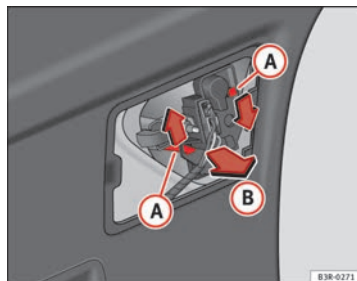

Abb. 234 Lampenträger ausbauen
- Drücken Sie in Pfeilrichtung auf die Laschen (A) ⇒ Abb. 234 und nehmen Sie den Lampenträger gemäß dem Pfeil (B) heraus.